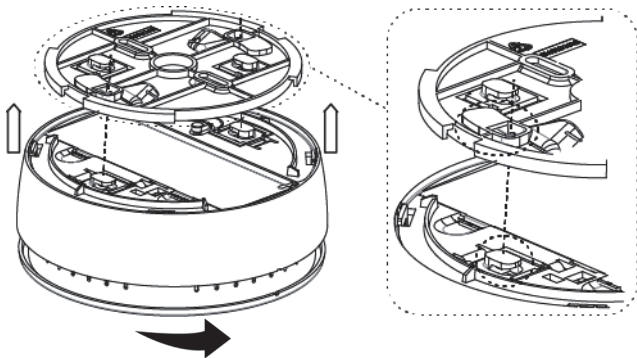

Figura 5
6. Per montare la sirena sulla staffa di installazione, allineare la base con la staffa, inserire i ganci della base negli appositi fori della staffa e poi ruotare la sirena per bloccarla (vedi Figura 5).